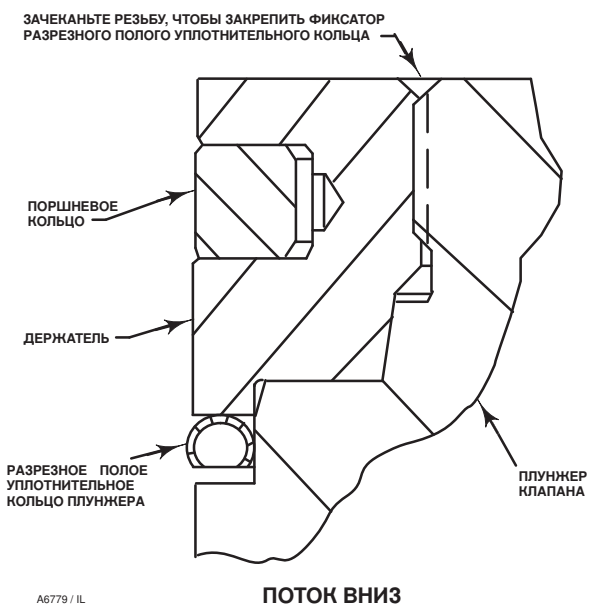

Рис. 7. Закрепление резьбовых соединений фиксатора разрезного полого уплотнительного кольца
5. При помощи соответствующего инструмента, такого как кернер, зачеканьте резьбу на верхней части плунжера в соответствующей позиции (см. рис. 7) для надежной фиксации разрезного полого уплотнительного кольца.
3. Определите месторасположение зачеканенного участка резьбы на верхней части плунжера клапана (рис. 7). Зачеканенная резьба закрепляет фиксатор. С помощью сверла на 3,2 мм (1/8 дюйма) высверлите зачеканенную резьбу. Чтобы удалить зачеканенную часть, просверлите металл примерно на 3,2 мм (1/8 дюйма).